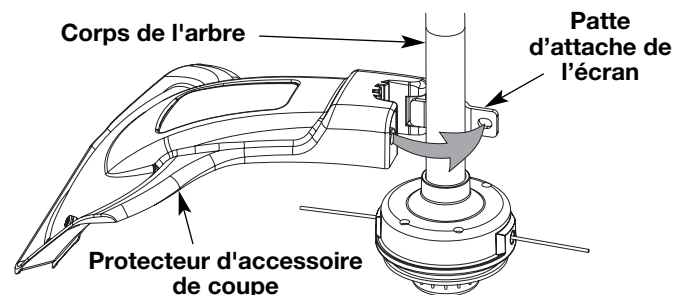

Fig. 4
2. De l'intérieur de l'écran de l'accessoire de coupe, poussez le boulon carré dans le trou jusqu'à ce que l'extrémité filetée dépasse de la patte d'attache de l'écran (Fig. 4).